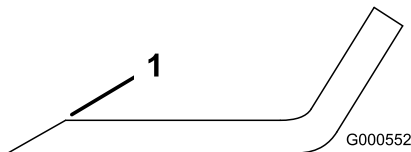

Figura 95
1. Utilice una lima para afilar el filo de corte en ambos extremos de la cuchilla (Figura 95).
Nota: Si la cuchilla no está equilibrada, rebaje algo el metal en la parte de la vela solamente con una lima (Figura 95).